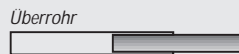

Bild 6: Verlängerung eines Elements durch ein dickeres Rohr, dessen Innendurchmesser dem Außendurchmesser des Elements entspricht
1. Ein dickeres Rohr, dessen Innendurchmesser dem Außendurchmesser unseres Elements entspricht, wird über letzteres (beidseits je die Hälfte) geschoben, um so die erforderliche Länge zu erreichen. Das darübergeschobene Rohr sollte sehr stramm sitzen und einige Zentimeter übergeschoben werden, um spätere Längenänderungen zu vermeiden (Bild 6).